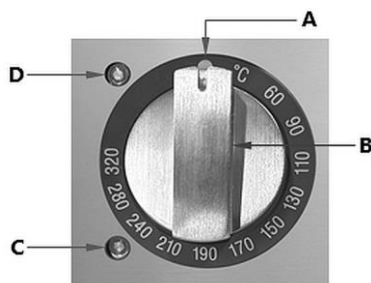

Fig. 3
2. Tournez le régulateur de température (B, fig. 3) dans le sens horaire pour la zone de chauffage correspondante afin de mettre l'appareil en marche.
1. Une fois la cuisson terminée et l'appareil hors service, tournez le(s) bouton(s) de réglage de la température en position OFF (1, fig. 3).